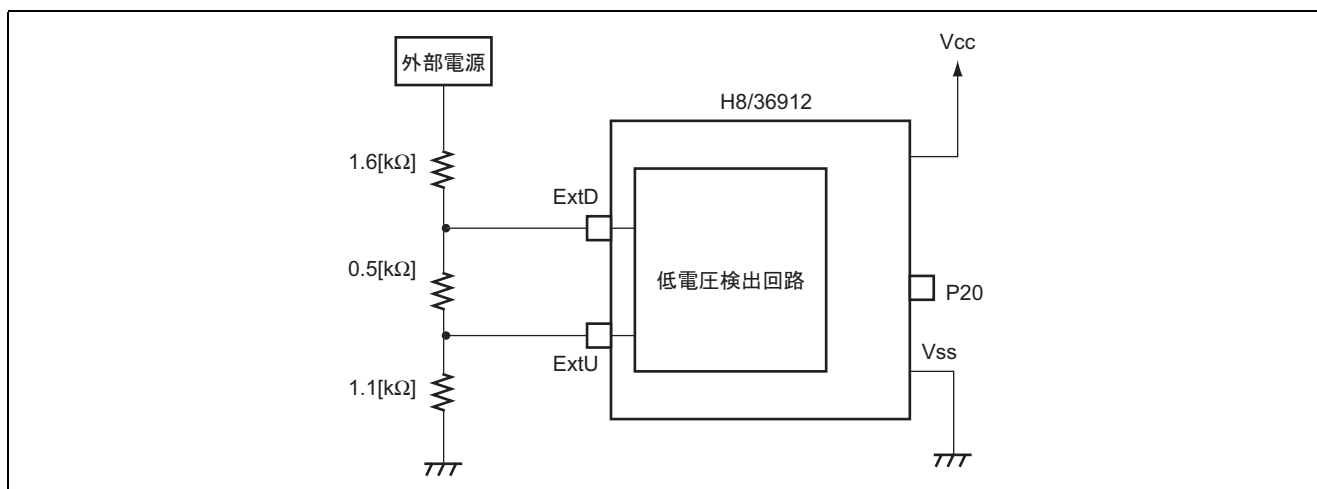

図 1 回路接続例
- 図 1 に本タスクにおける回路接続例を示します。また、電源電圧検出および低電圧検出割り込み回路 (LVDD) の外部入力電圧検出回路特性を表 1 に示します。
- 図 1 のように ExtD, ExtU 端子を接続し、それぞれの電圧を VextD, VextU とします。LVD により, VextD, VextU を監視し、外部電源電圧の降下を検出します。